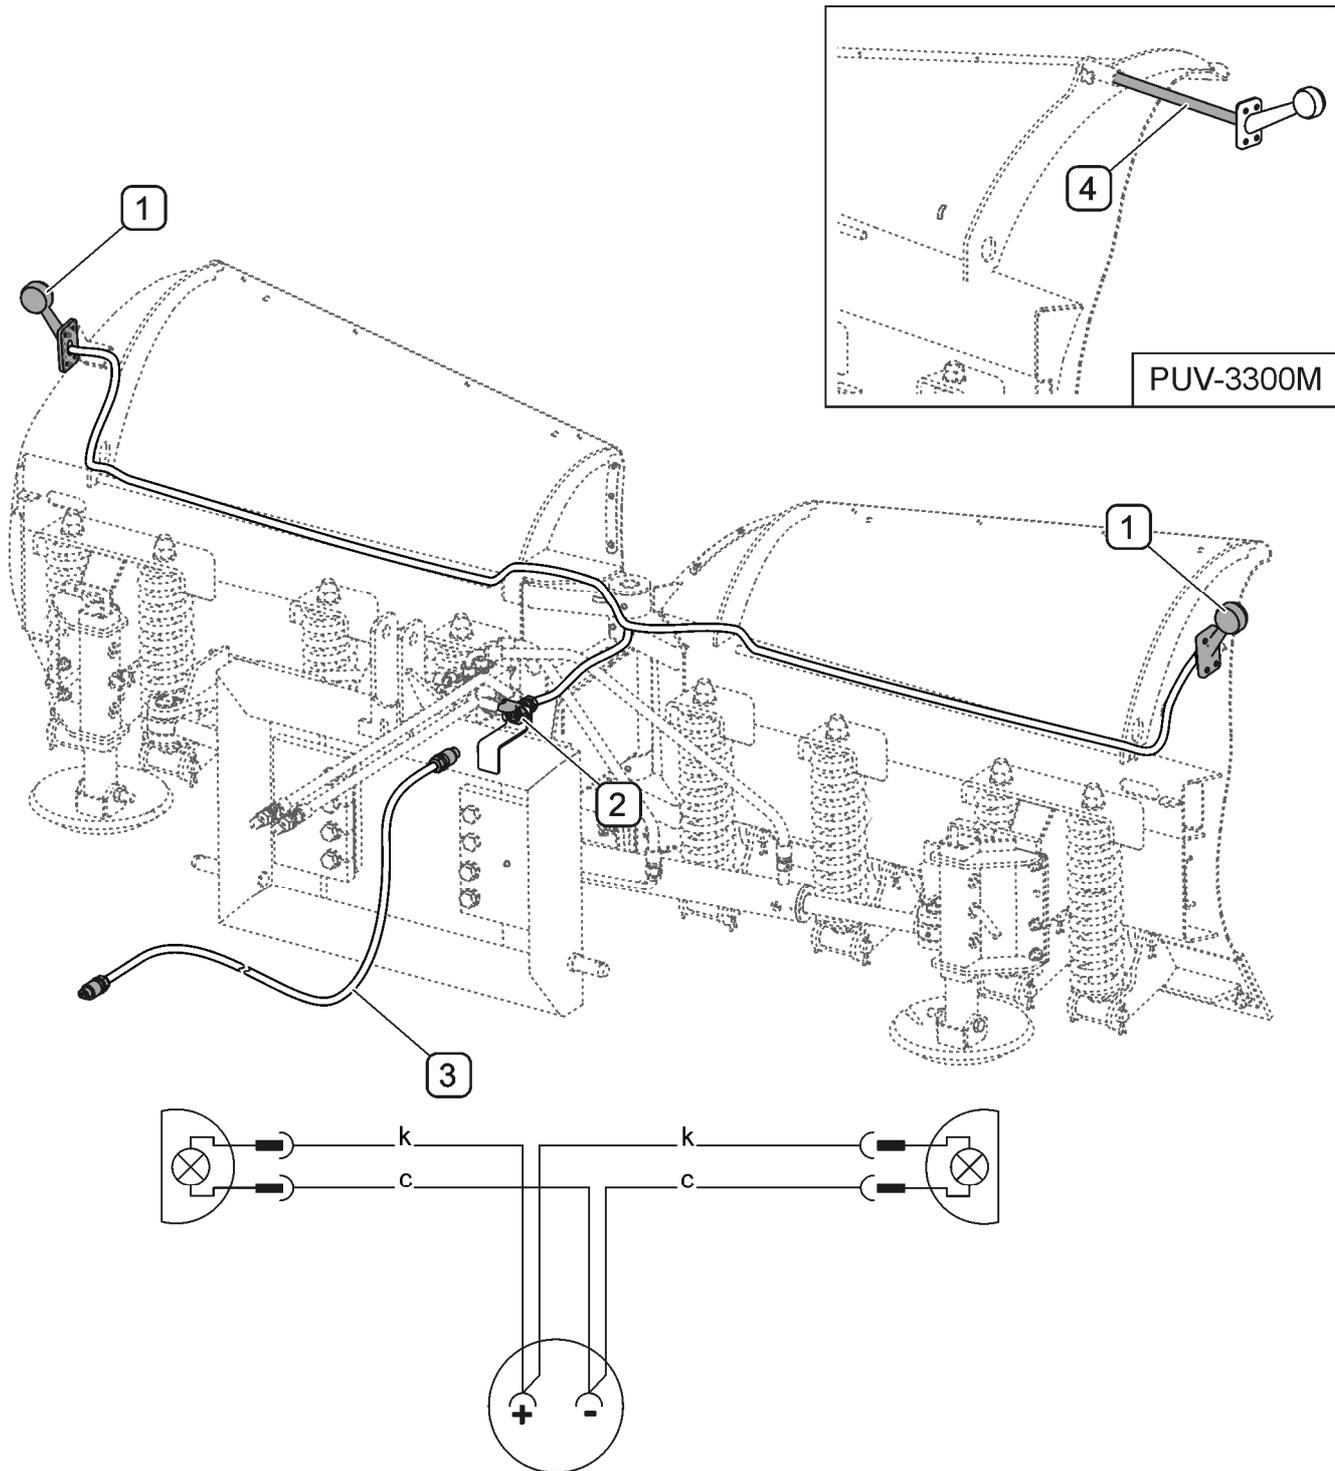

ABBILDUNG 3.6 Aufbau der Elektroinstallation der Umrissbeleuchtung
(1) - Umrissleuchte; (2) - 3-polige Steckdose; (3) - Anschlusskabel; (4) - verstellbare Halterung der Umrissleuchten (nur PUV-3300M)
Über die Elektrik (ABBILDUNG 3.6) werden die Umrissleuchten (1) des Pflugs mit Strom versorgt. Der Anschluss erfolgt über das Anschlusskabel (3) (je nach Ausstattungsversion der Maschine) an die 3-polige oder 7-polige Steckdose am Trägerfahrzeug.